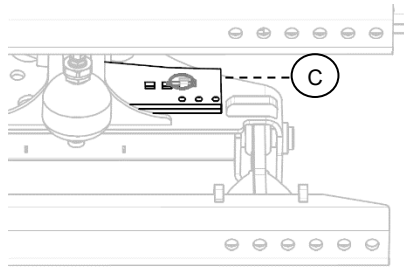

Abb. 17
Jeder VPX-Keilpflug wird immer mit 2 zusätzlichen mittleren Schürfleisten (C) geliefert. Sie befinden sich auf der rechten Seite des Mittelrahmens – (siehe Abb. 17). Es wird empfohlen, neue mittlere Schürfleisten (**Art.-Nr. 85708**) zu bestellen, sobald das letzte Paar am Pflug montiert wurde.